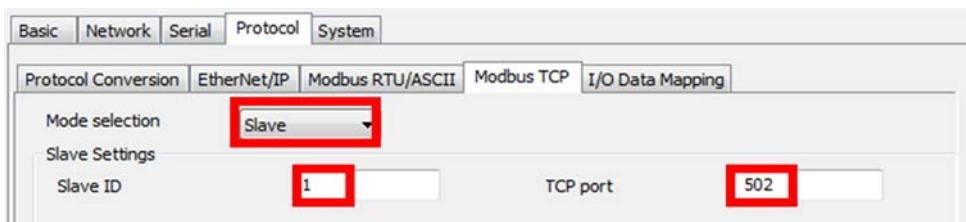

Рис. 10
1.6 Для определения Modbus настроек перейдите в раздел **Protocol** → **Modbus TCP** (Рис.10). Напомним, что в данной схеме MGate 5105-MB-EIP со стороны Modbus TCP выступает в качестве Modbus TCP Slave, поэтому устанавливаем режим работы **Slave**. Назначаем Slave ID – **1** и TCP порт – **502**.